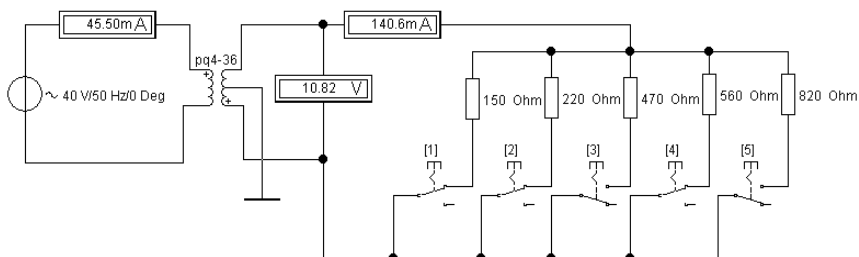

Рис. 26. Опыт нагрузки
4. Провести опыт нагрузки однофазного трансформатора. Переключая ключи 1, 2, 3, 4 и 5, измерить ток первичной обмотки трансформатора, ток и напряжение нагрузки в цепи нагрузки (рис. 26).